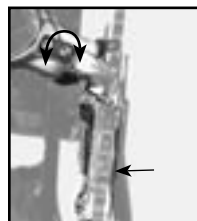

Figure 3.27 - La vis de fin de course extérieure affecte le grand braquet
2. Tournez la vis de réglage de grand braquet (indiqué par « H », figure 3.27) dans le sens contraire des aiguilles d'une montre, jusqu'à ce qu'elle ne puisse interférer avec le déplacement du dérailleur.